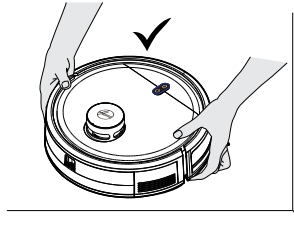

Fig. 19
**IMPORTANTE:** Prima della manutenzione, assicurarsi che l'apparecchio sia spento. Usare sempre due mani per sollevare e trasportare il Robot assicurandosi di tenerlo in posizione orizzontale. [Fig. 19]